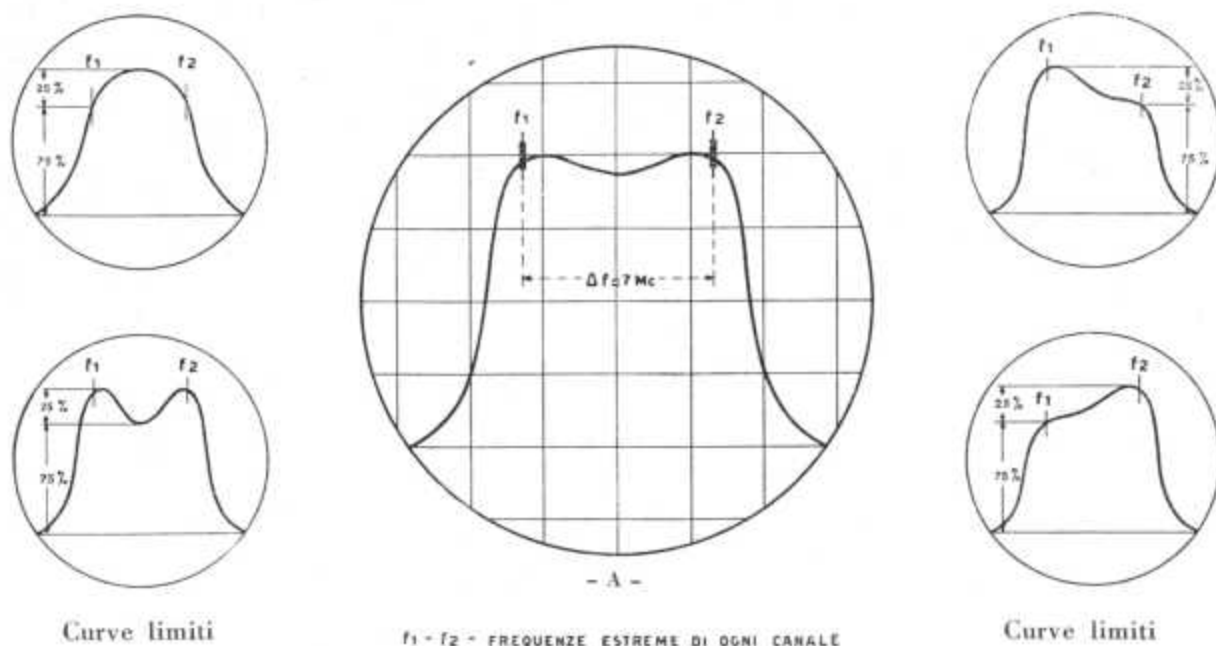

Fig. 15 - Curva di selettività del gruppo ad alta frequenza
- 9°) se la curva osservata sull'oscilloscopio non appare come indicato in fig. 15 A ritoccare i compensatori Cv1 e Cv3. Verificare che agli estremi della curva corrispondano le frequenze di 209 e 216 Mc.
- 11°) eseguire una verifica su tutti gli altri canali e se gli spostamenti delle curve corrispondenti si mantengono entro i limiti indicati in fig. 15 non sarà necessario un ulteriore ritocco, in caso contrario procedere ad una nuova taratura tale che mantenga tutti i canali dall'1 al 5 entro i limiti indicati.